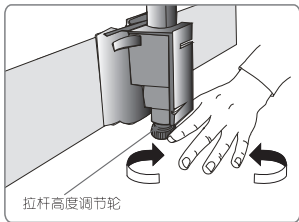

图 21
9. 顺时针旋转拉杆高度调节轮，调节至拉杆高度调节轮支撑在地面上，使银幕更加平稳的放置在地面上。（如图21）